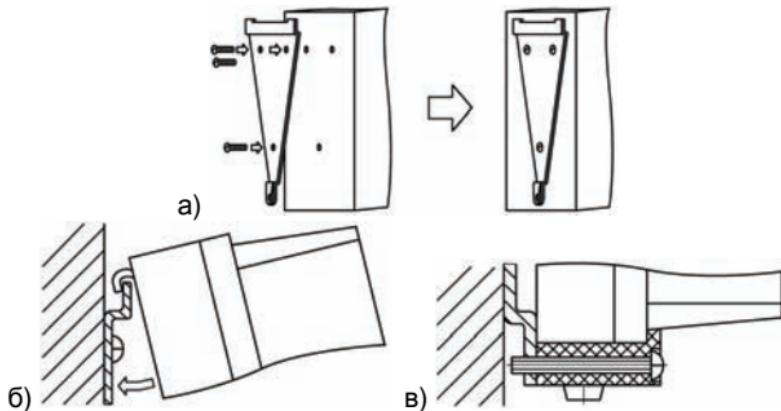

Рисунок 9 – Монтаж прибора настенного исполнения
- 1) Закрепить кронштейн тремя винтами M4×20 на поверхности, предназначеннной для установки прибора (см. Приложение А и рисунок 9, а).
- 2) Зацепить крепежный уголок на задней стенке прибора за верхнюю кромку кронштейна (рисунок 9, б)
- 3) Прикрепить прибор к кронштейну винтом M4×35 из комплекта поставки (рисунок 9, в).